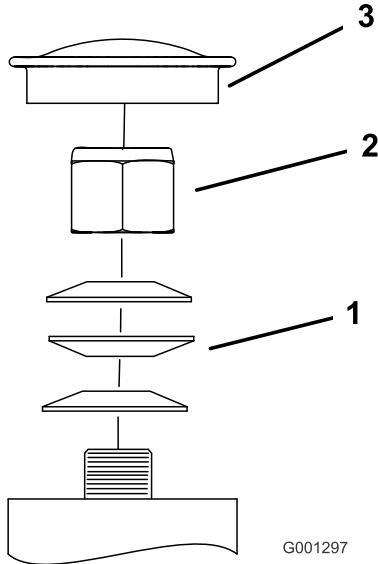

Bild 67
3. Entfernen Sie den Staubdeckel vom Laufrad und ziehen Sie die Sicherungsmutter an (Bild 67).
4. Ziehen Sie die Sicherungsmutter so weit fest, dass die Federscheiben flach liegen und schrauben dann um Viertelumdrehung zurück, um die Lager richtig vorzuspannen (Bild 67).
Wichtig: Achten Sie darauf, dass die Federscheiben richtig eingesetzt sind, siehe Bild 67.
5. Setzen Sie den Staubdeckel auf (Bild 67).